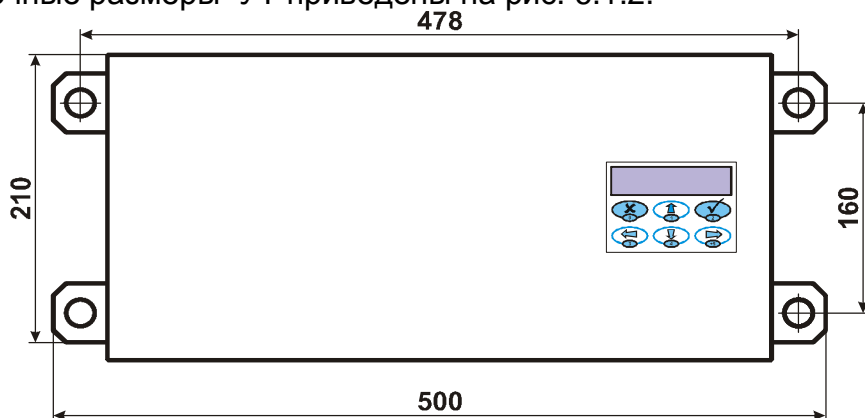

Рис.6.1.2 Установочные размеры УТ
6.1.2 УТ укрепить при помощи болтов диаметром 8 мм к специальной стойке или к стене. Установочные размеры УТ приведены на рис. 6.1.2.